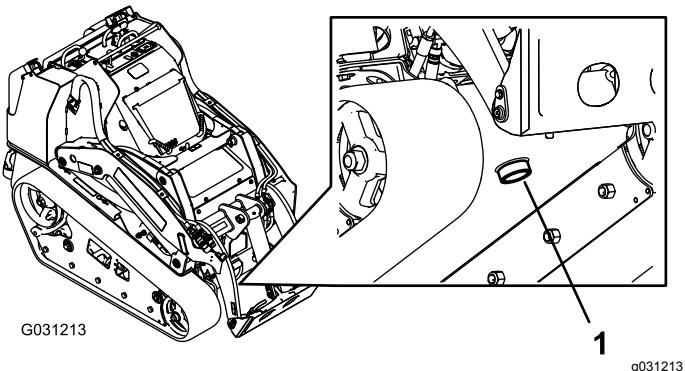

Figura 73
7. Coloque un recipiente grande (con capacidad para 57 litros) debajo del tapón de vaciado situado en la parte delantera de la máquina (Figura 73).
8. Retire el tapón de vaciado y deje fluir el aceite al recipiente (Figura 73).